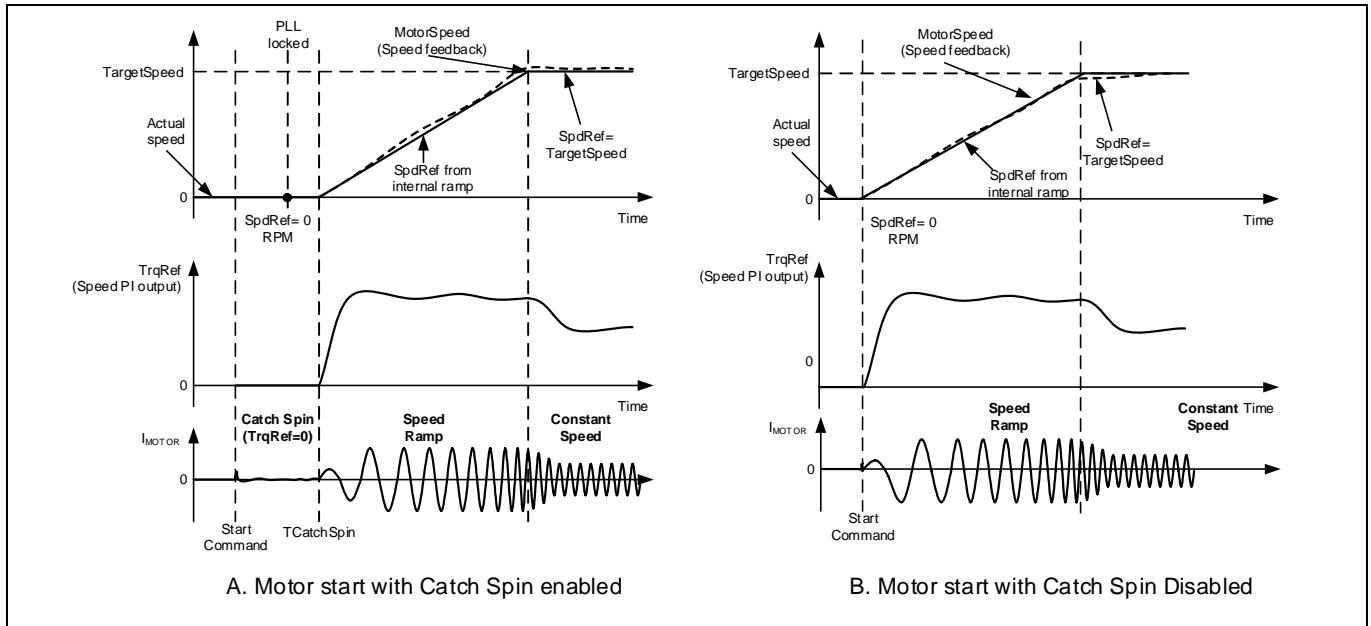

図 26 ゼロスピードキャッチスピン-キャッチスピン有効/無効の場合のモータ始動シーケンス
モータが停止している場合、キャッチスピン動作は「ゼロスピードキャッチスピン」となります。図 26(A)に、ゼロスピードキャッチスピンの一例を示します。この例では、スタートコマンド実行時モータは停止しています。スタートコマンド実行後、「ゼロスピードキャッチスピン」動作が開始します。キャッチスピン動作中、モータ電流は出力されません。キャッチスピン時間経過後、その状態のモータ速度(この場合は 0 rpm)初期の参照速度および速度加速の始点となります。モータは基準となる加減速レートに従って加速を続け、設定された目標速度に達します。
キャッチスピンが無効化されている場合、PLL ロックを待たずに、スタートコマンド実行後ただちに通常の速度制御が開始します。図 26 (B)に示すように、スタートコマンド実行後、キャッチスピン動作を行うことなく直ちにモータ電流が出力されます。モータは基準となる加減速レートに従って加速を開始し、設定された目標速度に達します。